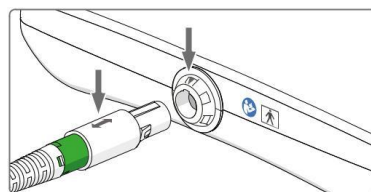

Figure 17. Connectez le câble principal à la console WoundEL®
2. Connectez le câble principal à la console WoundEL® : insérez la fiche ronde du câble principal dans la prise, sans la tordre, jusqu'à ce que vous entendiez un clic. La flèche sur le connecteur du câble doit être dirigée vers le haut, voir la figure 17. (Pour débrancher le câble principal, retirez le connecteur sans le tordre.)